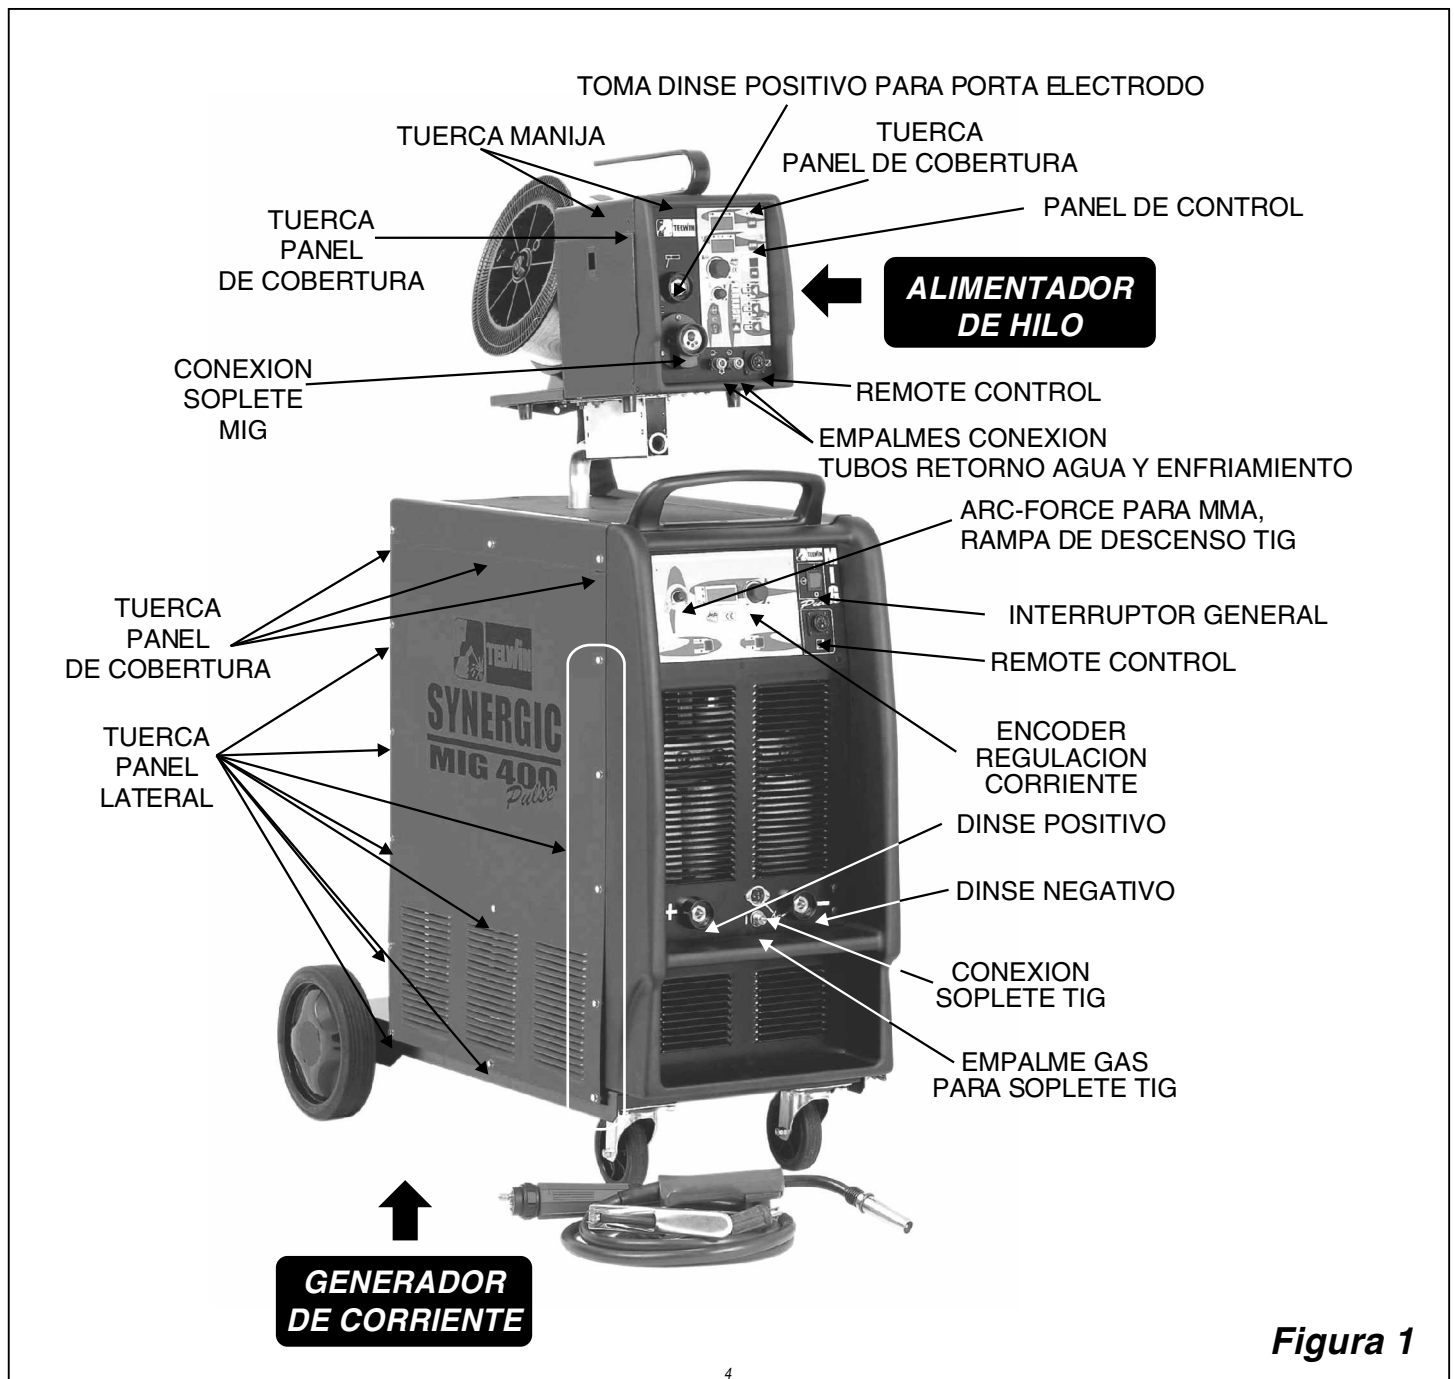

Figura 1
- desconectar y quitar del generador de corriente el alimentador de hilo (figura 1);
- destornillar los 13 tornillos que fijan el panel de cobertura a la estructura del generador de corriente (3 por cada lado y 7 en el lado superior) (figura 1);
- destornillar los 14 tornillos que fijan los dos costados (7 cada uno) a la estructura (figura 1);
- en el caso que en el generador también haya un grupo de enfriamiento por agua, destornillar los 10 tornillos que fijan los costados más bajos (5 cada uno) a la estructura (figura 1).